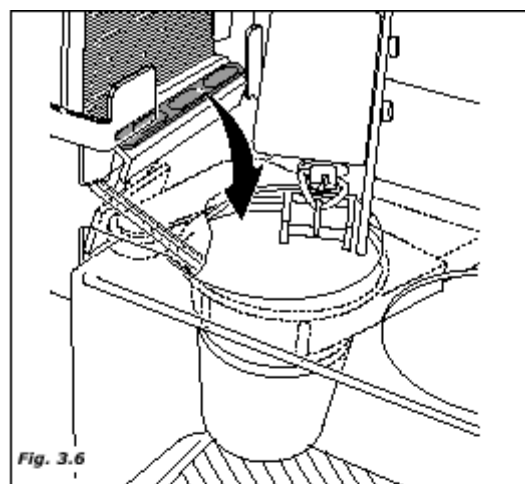

Fig. 3.6
- включается редукторный электродвигатель, управляющий устройством выдачи ложки, которая падает в чашку (рис. 3.6).